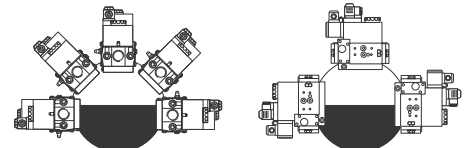

Рис. 15
3. Установить Мультиблок между резьбовыми фланцами (Рис. 15)